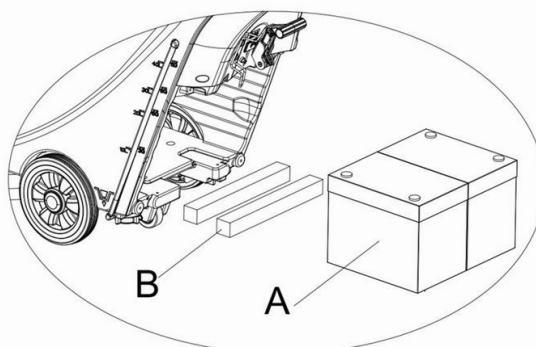

Figura 6
- 1) Pentru baterii cu lungime mai mică de 270mm, folosiți 2 plăcuțe de fixare (**B, Figura 6**) și puneți-le una lângă alta, în interiorul bateriei pentru rezervorul de apă;
- 2) Pentru baterii cu lungime între 310mm-270mm, folosiți o plăcuță de fixare (**B, Figura 6**) și plasați-o în bateria rezervorului de apă;